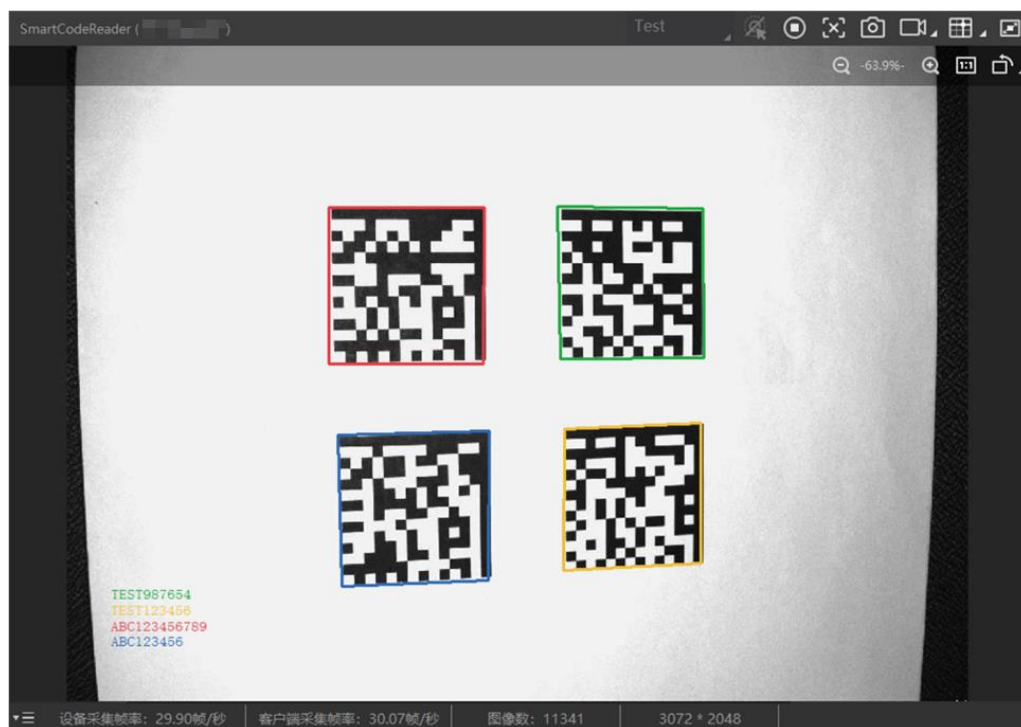

图3-12 设备实时预览
5. 通过“预览窗口”区域，单击可以查看图像和条码识别情况。对于读取到的条码，实时画面中会框选条码，并在左侧显示具体的条码信息，如图 3-12 所示。